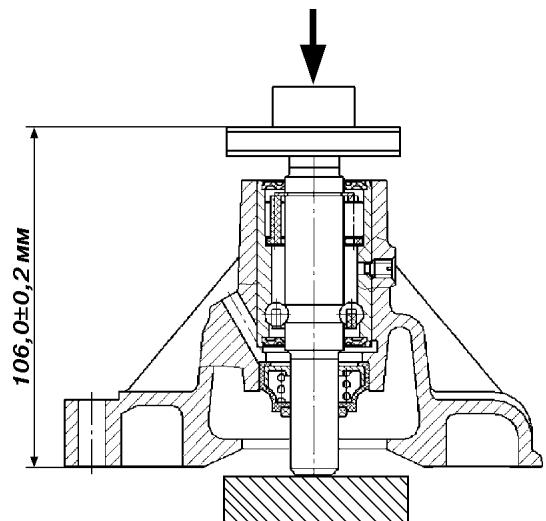

Рис. 4.54. Напрессовка ступицы шкива на вал
- напрессуйте ступицу шкива вентилятора на валик подшипника, выдержав размер 106±0,2 мм (рис. 4.54). При напрессовке ступицы необходимо разгружать корпус, фиксатор и подшипник насоса от усилий запрессовки, т.е. упор при напрессовке должен осуществляться на торец валика;